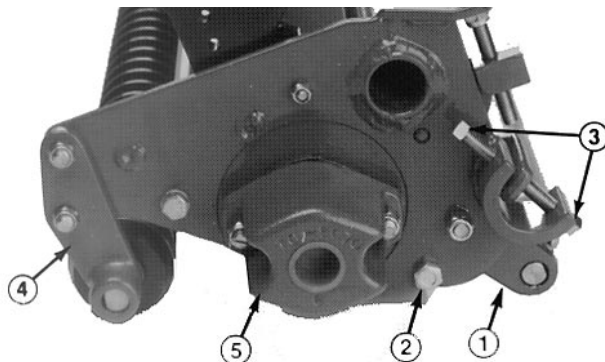

Fig. 10
1. Ta av skruene og mutteren som holder bakre valse klippehøydebrakett til sideplaten i begge ender av klippeenheten (fig. 10).
4. Ta av knivplatens festebolter i hver ende av klippeenheten (fig. 10). Løsne deretter knivplatens justeringsskruer i hver ende av klippeenheten (fig. 10). Knivplaten kan nå tas av ved å dreie den bort fra sylindren.
1. Ta av låsemutrene som holder fremre valsebraketter til sideplatene i begge ender av klippeenheten (fig. 10).
- A. Ta festeboltene av motvektens endelette og ta endeletten av festeboltene (fig. 10).
2. Ta av motvektens endehette (fig. 10).